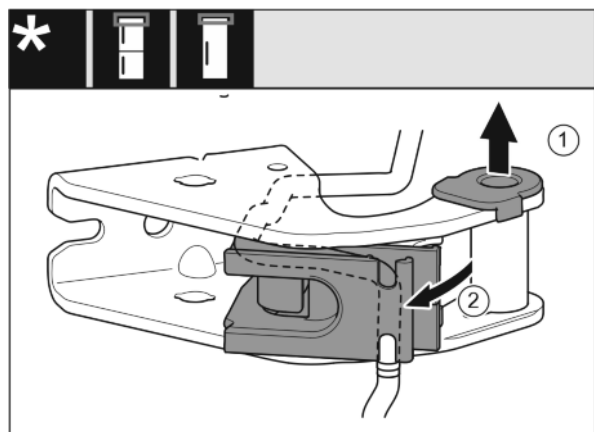

Fig. 21
- ▶ Extraer el casquillo de apoyo de la guía. Fig. 21 (1)
- ▶ Girar hacia fuera el soporte del cable. Fig. 21 (2)